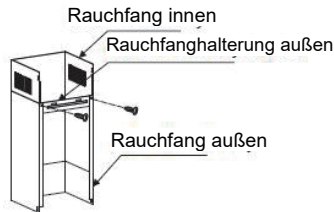

Abb. 4
6. Befestigen Sie die Rauchfanghalterung außen am Rauchfang und stellen Sie sicher, dass der Rauchfang innen frei in der Höhe verstellt werden kann (siehe Bild 4).